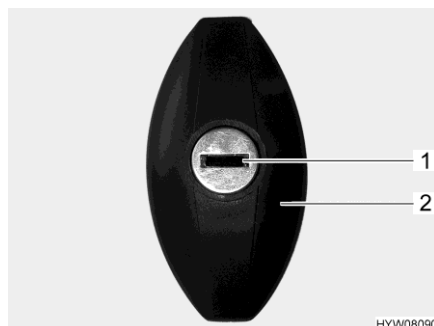

Fig. 55 Cerradura de la trampilla
- Introducir la llave en el cilindro de cierre (Fig. 55,1) y girarla media vuelta en sentido contrario a las agujas del reloj. El asidero de la cerradura (Fig. 55,2) se abre de golpe.